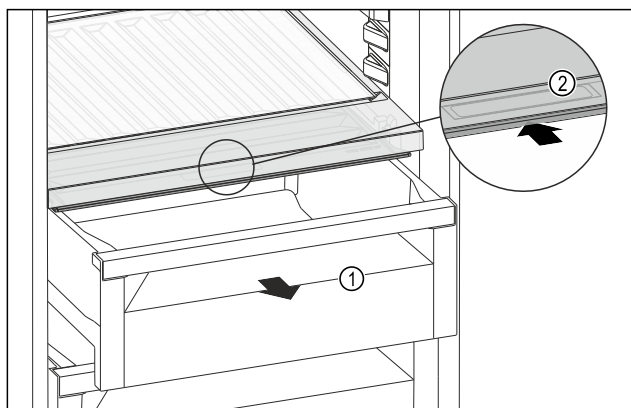

Fig. 108
- ▶ Træk skuffen Fig. 108 (1) ud.
- ▶ Tag fat i grebsforsænkningen Fig. 108 (2) i bokslåget, og skub samtidigt bokslåget tilbage.